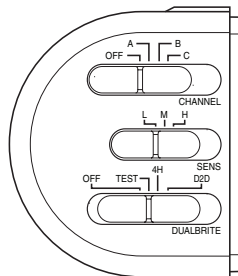

Figura 7
2. Deslice el interruptor CHANNEL a OFF, el interruptor de sensibilidad (SENS) a la posición "L", y el interruptor DUAL-BRITE a la posición TEST (vea la Figura 7). *Nota:* La fase de prueba (TEST) anula la fotocélula (función de apagado de la luz del día) y permite que la lámpara sea probada durante el día o la noche.
1. Deslice el interruptor de CANAL (CHANNEL) al canal deseado (A, B, o C) en todas las luces que deben estar interconectadas entre sí (ver Figura 7).